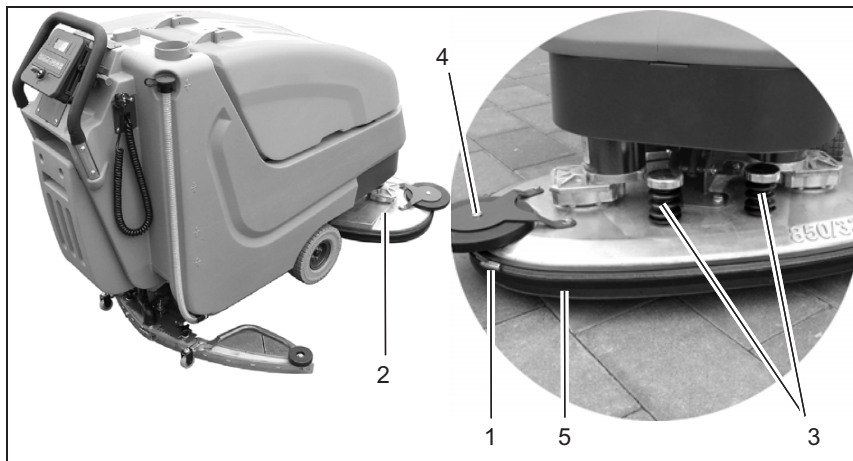

Abb.10
Die Bürsten im Bürstenkopf (Abb. 10/2) täglich oder bei Bedarf reinigen. Die Bürstenauswerfer (Abb. 10/3) herunterdrücken und die Bürsten zum Reinigen herausnehmen.
1. Den Bürstenauswerfer (Abb. 10/3) herunterdrücken und die alten Bürsten herausnehmen.
Die Abweiserrolle (Abb. 10/4) wöchentlich kontrollieren und bei Bedarf wechseln.
Die Dichtleiste (Abb. 10/5) wöchentlich kontrollieren und bei Bedarf wechseln. Dazu den Spannverschluß (Abb. 10/1) lösen und die Dichtleiste abnehmen. Der Einbau erfolgt in umgekehrter Reihenfolge.